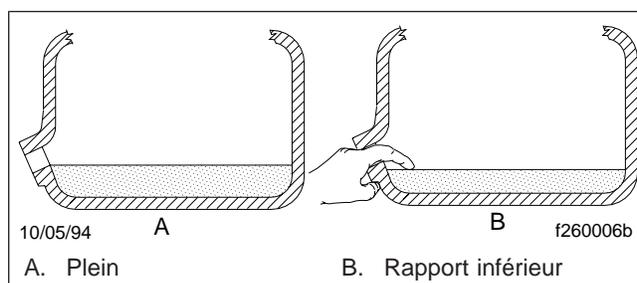

Fig. 1, Vérification du niveau d'huile à transmission
2. Vérifiez le niveau d'huile dans la boîte de vitesses. Voir la **figure 1**.
1. Rajoutez du liquide jusqu'au bord inférieur de l'orifice de remplissage. Voir la **figure 1**. Si la boîte de vitesses dispose de deux orifices de remplissage, ajoutez du liquide jusqu'au niveau des deux orifices de remplissage. Voir le **tableau 1** pour les lubrifiants de transmission approuvés, et le **tableau 2** pour les capacités de lubrifiant.